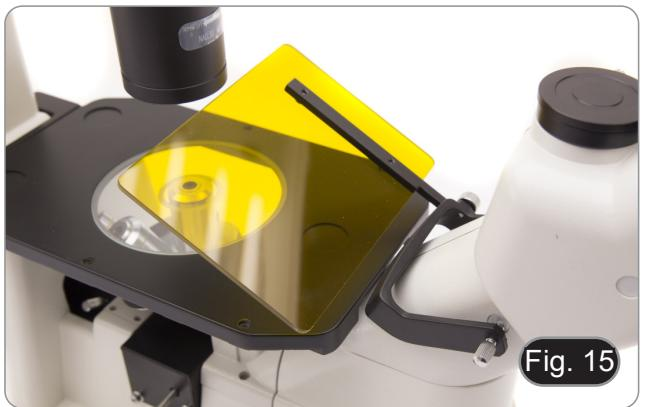

Fig. 15
6. Para evitar possíveis danos por radiação UV, monte a tela de protecção laranja como mostrado. (Fig. 15)